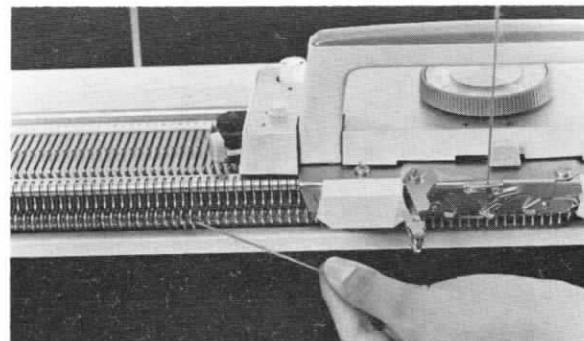

Fig. 38
- l) Tirar ligeramente de la lana a lo largo de las platinas y hacia la derecha hasta que la lana quede tendida como indica la Fig. 38;